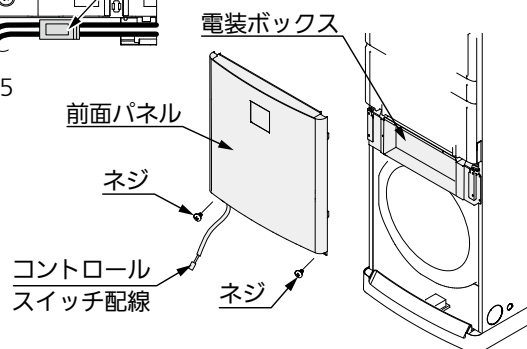

図 16
- ② 前面パネルをはずしてください。（ネジ2か所）（図 16）